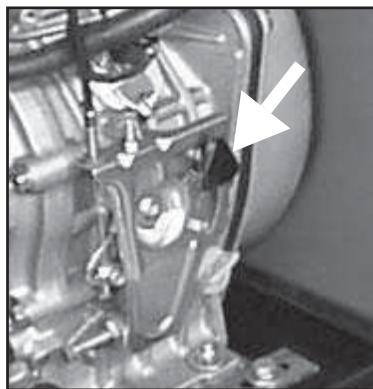

Fig. 7
- 2) Versione Motore Yanmar: Riportare il comando acceleratore, posto sul motore (vedi fig. 7), in alto; attendere il completo spegnimento del motore; riportare la chiave sulla posizione "OFF".